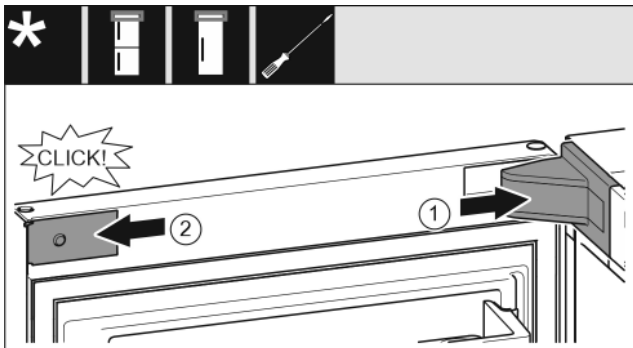

Fig. 22
- Крышку опорного кронштейна установите и зафиксируйте, при необходимости осторожно разожмите. Fig. 22 (1)
- Установите накладку сбоку и зафиксируйте. Fig. 22 (2)